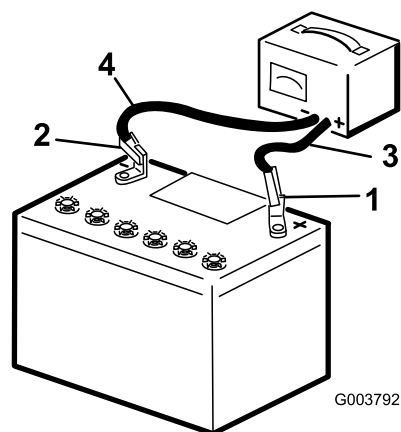

Figure 39
2. Chargez la batterie pendant 10 à 15 minutes entre 25 et 30 A, ou pendant 30 minutes à 6 A (Figure 39). Ne chargez pas la batterie excessivement.
3. Quand la batterie est chargée au maximum, débranchez le chargeur de la prise, puis débranchez les fils du chargeur des bornes de la batterie (Figure 39).